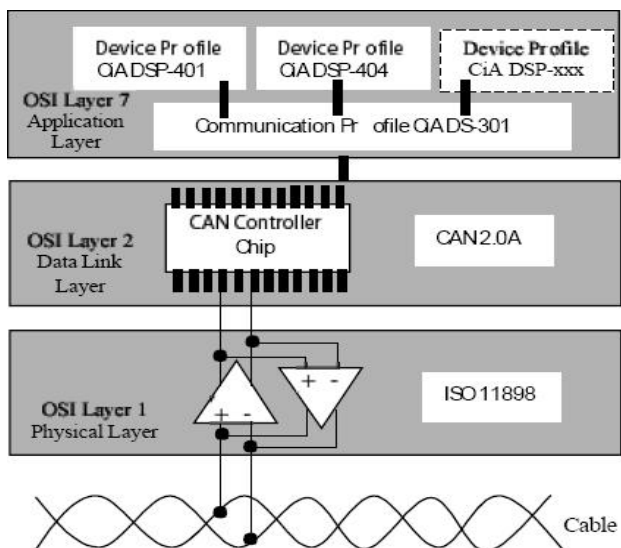

图 1-1 CAN/CANopen 标准在 OSI 网络模型中的位置框图
**CANopen**：CANopen 协议是 CAN-in-Automation(CiA)定义的标准之一，CANopen 规定了应用层(Application layer)、通讯描述 (CiA DS-301)、设备描述 (CiA DSP-4XX) 以及所用电缆和接口 (CiA DSP-303) 等。应用层为网络中每一个有效设备都能够提供一组有用的服务与协议。通讯描述提供配置设备、通讯数据的含义，定义数据通讯方式。设备描述为设备(类)增加符合规范的行为。在 OSI 模型中，CAN 标准、CANopen 协议之间的关系如图 1-1 所示。